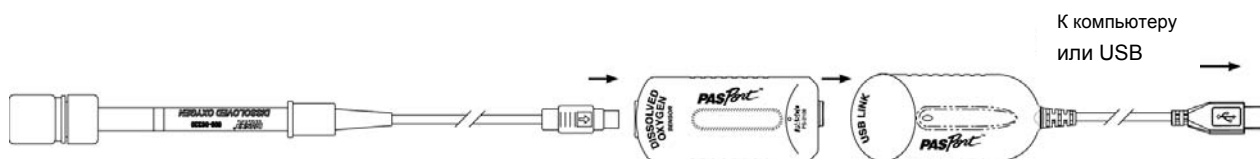

Рисунок 3
1. Присоедините зонд к коробке датчика (Рисунок 3).